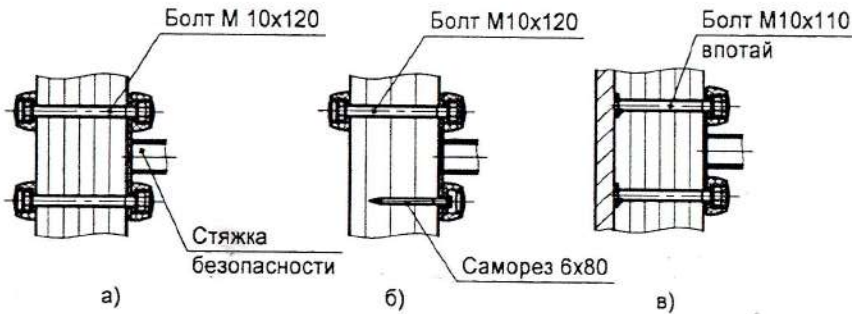

Рисунок 5
- между столбами 1.2-1.3, 1.4-1.5, 1.5-1.6, 2.1-2.2, 2.2-2.3 - болт М10х120-4шт.х5 (рисунок 5а);
у столбов 1.2, 2.5 вверху- болт М10х120-1шт.х2, внизу-саморез 6х80-1шт.х2 (рисунок 5б),
у столбов 1.5, 2.2 - болт М10-х120-2шт.х2 (рисунок 5а);
- между столбами 2.1-2.6 - у столба 2.6-болт М10х110 -2шт. впотай (рисунок 5в),
- между столбами 1.1-1.6 : у столба 1.1 болт М10х110 - 2 шт.впотай (рисунок 5в),
у столба 2.1-болт М10х120-2шт. (рисунок 5а).